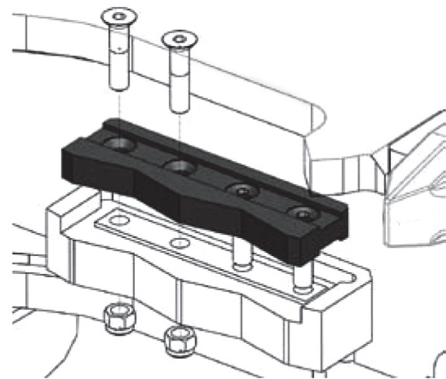

Рис. 6.5.1
- Выкрутите винты, которые крепят режущие кромки сменного рабочего органа. Выньте режущие кромки из своих посадочных мест (Рис. 6.5.1).